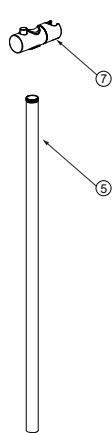

Abbildung 6
- a) Schieben Sie den Schieber ⑦ über die Steigschiene ⑤ (Abbildung 6).